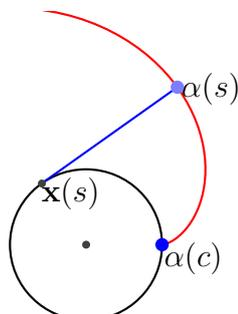

Figura 5: Interpretación geométrica de la evolvente.
Vamos a buscar una interpretación geométrica de la evolvente. Como la ecuación de la evolvente cumple (5), entonces para cada  $s < c$ , el arco de la evolvente  $C^*$  comprendido entre  $s$  y  $c$  se obtiene como la trayectoria que describe el extremo libre de una cuerda que estaba enrollada alrededor de la curva  $C$  y que hemos ido desenrollado, entre  $\alpha(s)$  y  $\alpha(c)$  de forma que siempre está tensa, como se muestra en la figura 5.